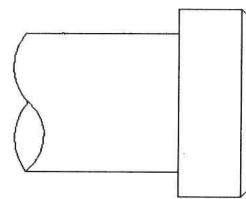

图 5-1-2
- (1) 双击素材文件“5-1-1.dwg”，打开图形，如图 5-1-2 所示。
- (2) 单击“常用”选项卡，在“绘图”面板中单击“图案填充”按钮，或者选择菜单命令“绘图 / 图案填充”，打开“图案填充和渐变色”对话框，单击“图案”右侧的下拉按钮，在下拉列表中选择填充图案的名字 ANSI31，在“样例”右侧会显示出该图案的预览